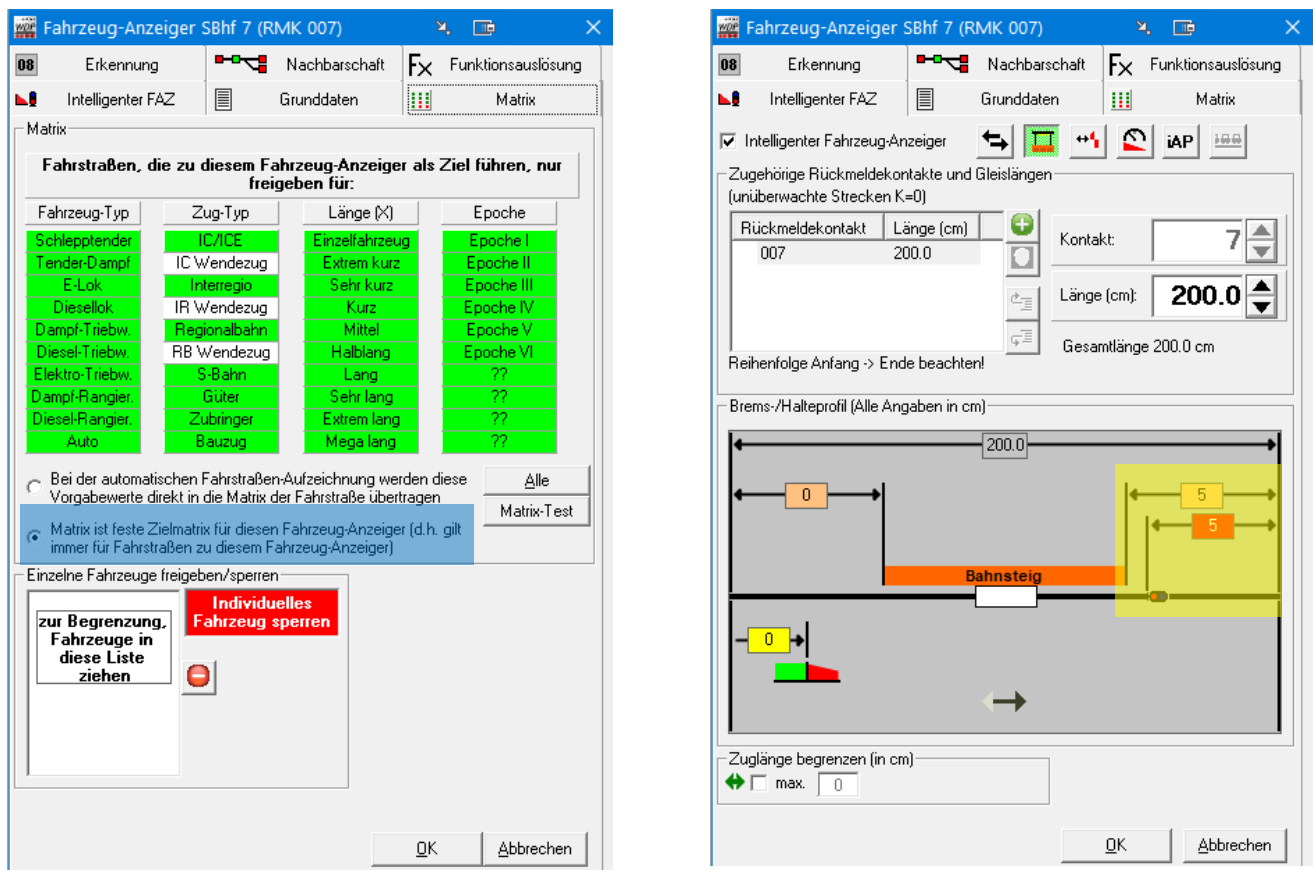

Abb. 8.1
1. Es dürfen nur iFAZ verwendet werden. Alle Längenangaben der RMK müssen eingetragen und es muß die Zielmatrix gewählt sein (Abb. 8.1 / blaue Markierung). Sperrungen oder Freigaben von einzelnen Loks müssen auch im iFAZ eingetragen werden (nicht in den Fahrstraßen). Wird das Gleis im FDL-SBS in beiden Richtungen betrieben, dann muß das iFAZ auch für beide Richtungen konfiguriert werden. iFAZ in Stumpfgleisen, werden nur für eine Richtung konfiguriert (Einfahrtsrichtung).
In diesem Beispiel-Projekt wurden die Wendezüge über die Ziel-Matrix der iFAZ verifiziert, damit in die Stumpfgleise nur Züge einfahren, die auch rückwärts wieder ausfahren dürfen. Dadurch müssen aber einige Matrixzeilen doppelt vorhanden sein. Zum Beispiel ‚Interregio‘ und ‚IR Wendezug‘ (Abb. 8.1). Wer diese Doppelung nur für den FDL-SBS benötigt, kann die Einfahrtssperre auch anders lösen und somit die eingesparten Matrix-Zeilen für andere Zugarten verwenden. So reicht es aus, bei dem Zug in der Zugzusammenstellung die Option ‚Zug darf nicht automatisch gewendet werden‘ zu aktivieren. Ist das der Fall, dann wird ein solcher Zug auch in kein Stumpfgleis einfahren.